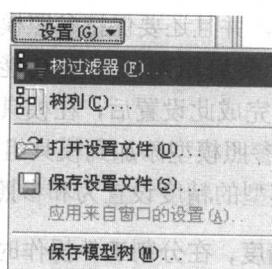
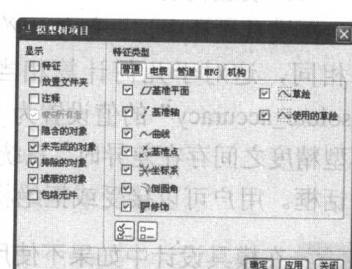

图 1-14 “设置”菜单
图 1-15 “模型树项目”对话框
① 单击模型树中的 \square 设置(G) 按钮，并在弹出的图 1-14 所示的“设置”菜单中单击“树过滤器”命令，打开“模型树项目”对话框，如图 1-15 所示。